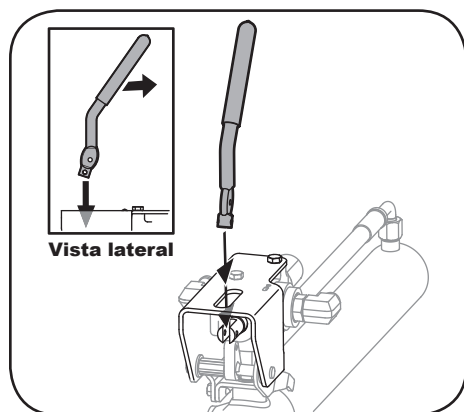

Figura 3-1
2. Inserte la manija en la ranura de la ménsula de la manija. Compruebe que la manija está correctamente orientada. Vea la Figura 3-1.